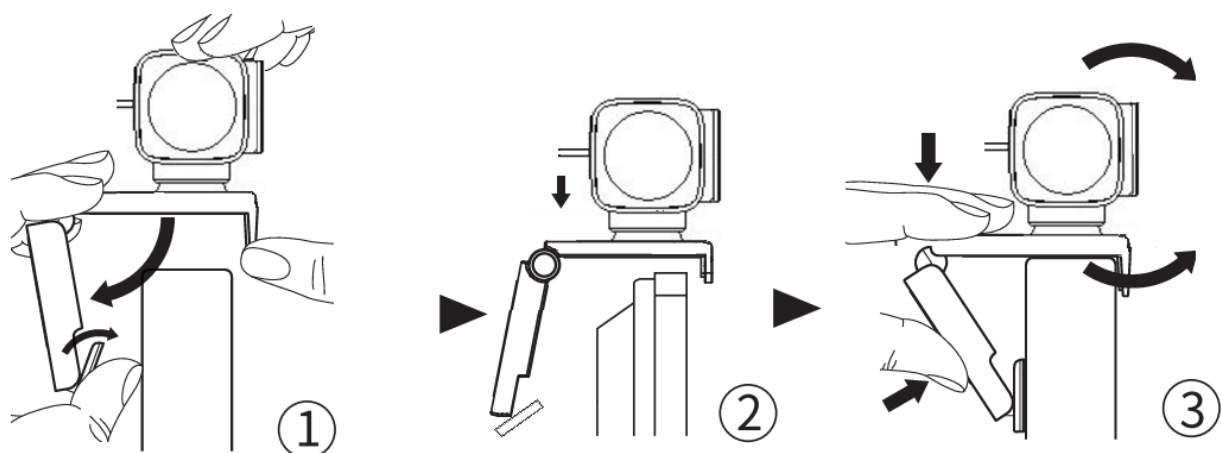

Рисунок 2 - Установка веб-камеры на монитор персонального компьютера, ноутбук
- одной рукой удерживать веб-камеру, другой рукой открыть зажим-основание универсального крепления (см. рисунок 2 (1));
- удалить с клейкой поверхности защитную плёнку и прислонить основание крепления веб-камеры к поверхности (см. рисунок 2 (2));
- подвести зажим-основания крепления веб-камеры к задней поверхности монитора (см. рисунок 2 (3)).